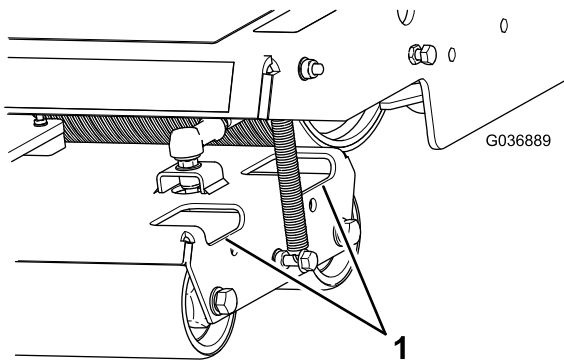

Figura 40
2. Limpe a sujidade e detritos dos rolos, se necessário, pulverizando água através dos furos nas caixas dos rolos (Figura 40).